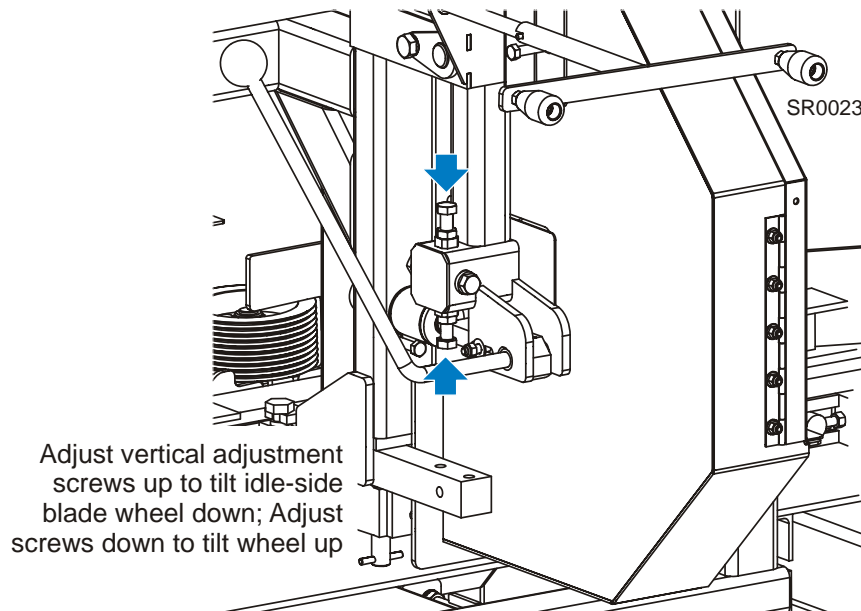

**FIG. 5-2**
**Voir Figure 5-2.** Utilisez les vis d'ajustement vertical pour ajuster le volant de la lame du côté entraînement. Pour incliner le volant vers le bas, desserrez la vis de réglage supérieure d'un quart de tour. Desserrez le contre-écrou sur la vis de réglage inférieure et serrez la vis. Serrez les contre-écrous du haut et du bas.